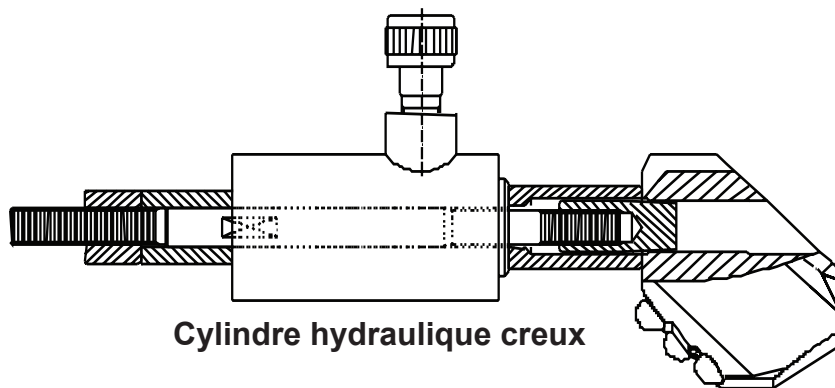

Figure 4. Goupilles de rétraction avec vérin hydraulique creux
2. Dévissez simplement le bouchon en plastique pour exposer le trou fileté. Visser un filetage tige de longueur appropriée dans le trou fileté de la goupille. En utilisant soit une diapositive marteau ou un cylindre hydraulique creux tirez la goupille de retenue hors de l'aile. Au quelques bits, NUMA propose un système de traction conçu sur mesure, qui comprend un montage tampon, tige fileté et accessoires, vérin hydraulique creux et pompe. **(Figure 4)** Contactez votre représentant ou distributeur NUMA pour plus d'informations.